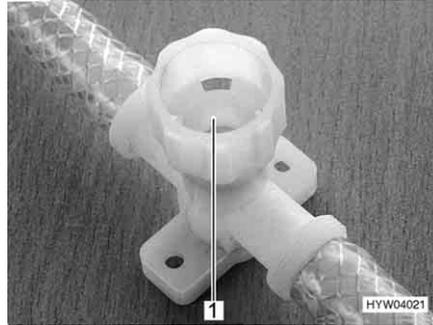

Bild 155 Ablasshahn für Therme
- Alle Ablasshähne schließen. Dazu die Kappen (Bild 155,1) im Uhrzeigersinn drehen.
- Alle Ablasshähne der Therme öffnen. Dazu die Kappen (Bild 155,1) entgegen dem Uhrzeigersinn drehen.